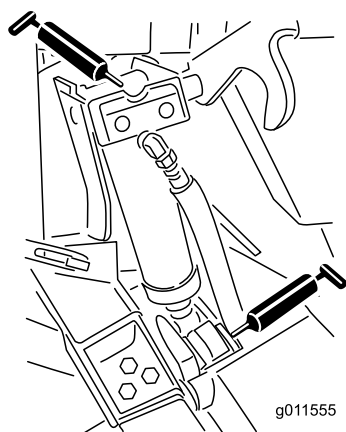

Bild 45
- Vier Hubzylinder-Drehbüchsen (Bild 45)